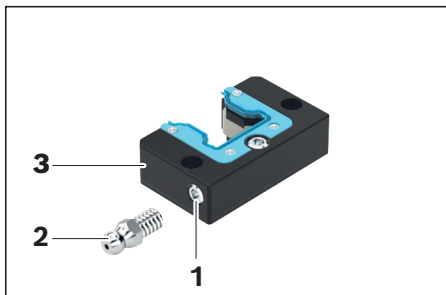

Bild 1
- ▶ Gewindestift aus der Schmierbohrung (Bild 1, Pos. 1) entfernen und aufbewahren.
- ▶ Schmiernippel (2) einschrauben.
- ▶ Vorsatzschmiereinheit (3) flach hinlegen, Ölmenge nach Tabelle 1 einfüllen, ca. 36 Stunden liegen lassen.